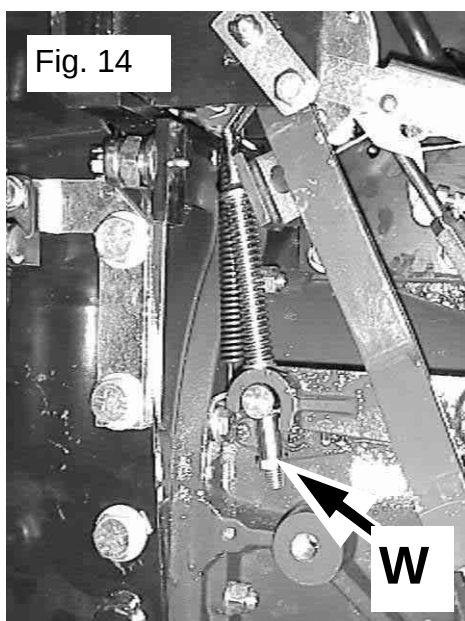

Fig. 14
In fig. 14 è visibile la molla di richiamo del pedale che viene montata a fianco del tirante registrabile che aziona lo spingidisco della frizione trazione.
Mentre per la frizione a mano la registrazione del tirante deve essere effettuata in modo che la corsa della leva sfrutti tutta l'asola entro cui si muove la leva stessa, per il pedale frizione, è necessario effettuare una registrazione come illustrato in fig.14.
- in condizioni di pedale frizione registrato l'altezza **A** del pedale dalla pedana deve essere di circa 15 cm (vedi fig. 14);